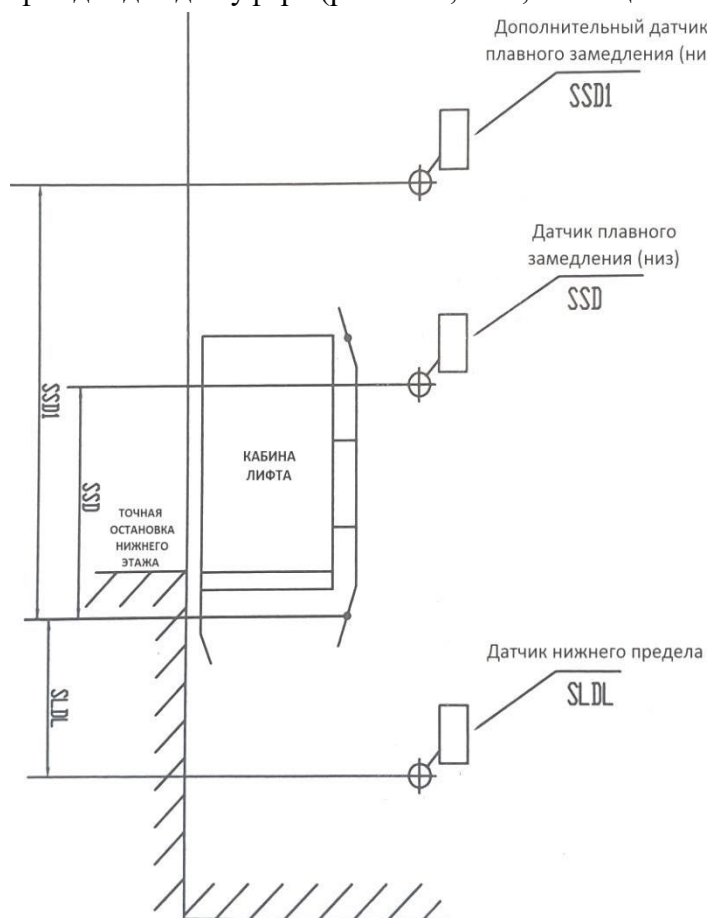

Рисунок 14.3 - Установка датчиков относительно нижней точной остановки.
4) Монтажным пультом поднять кабину лифта до уровня второго этажа. Отмерить вверх от точки срабатывания датчика на скосе нижней части лыжи лифта расстояние 1200-2000 мм и установить на этом уровне нижний датчик плавного замедления SSD (рис. 14.3, таблица 14.1).